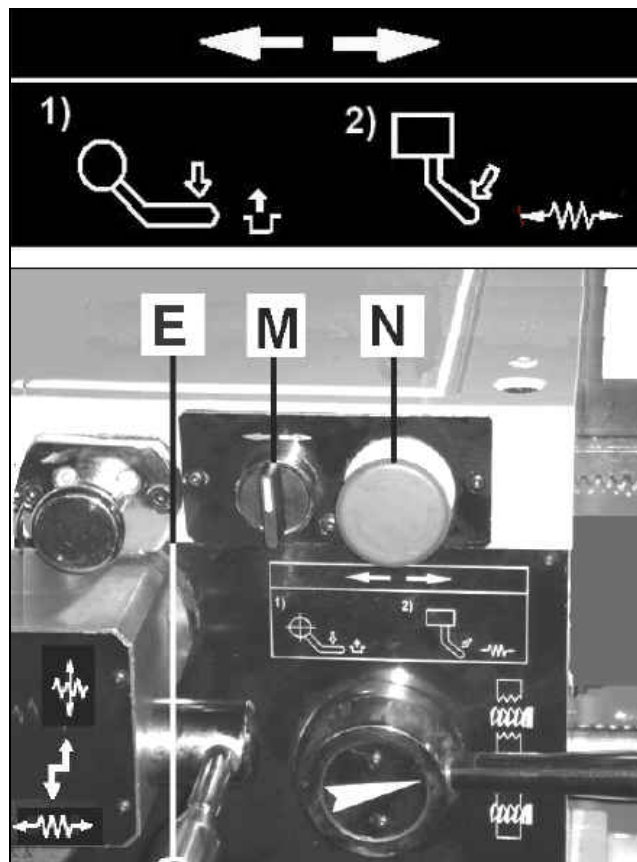

Fig 17
- enclencher le levier d'avancement (E, Fig 17)
- tourner le sélecteur rapide (M, Fig 17) dans la direction souhaitée.